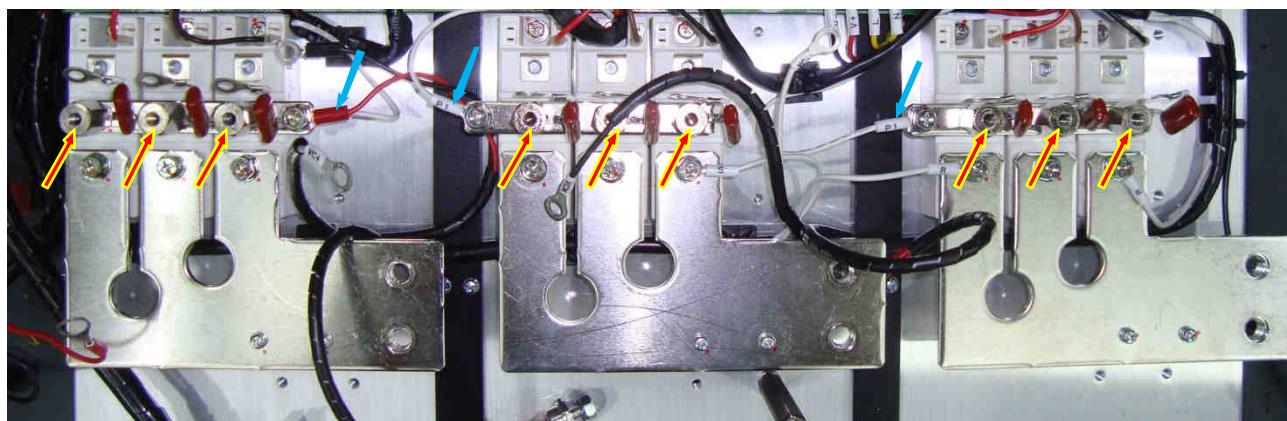

Рис. 7.8.
7.3.6. Установить шины «+» и балластные конденсаторы на выводы «2» диодно-тиристорных модулей. Закрепить шины и конденсаторы шестигранными стойками M6/22 (рис.7.8. стрелки красного цвета). Прикрутить винтами к шинам «+» провода «Р1» жгутов управления тиристорами и красный провод контроля напряжения шины постоянного тока (рис. 7.8. стрелки синего цвета).